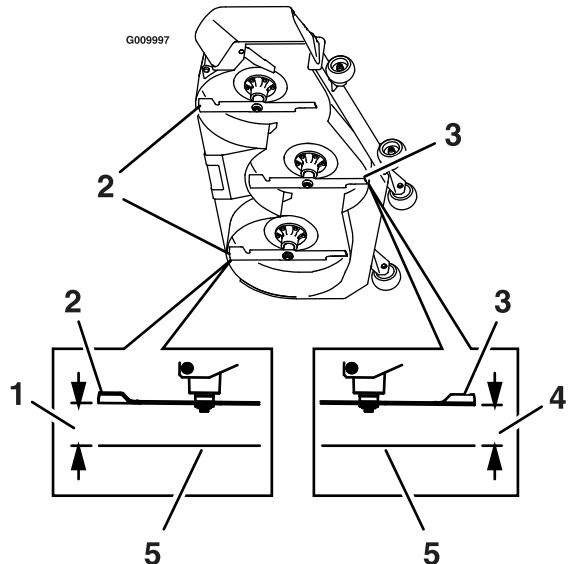

Figura 76
7. Mida desde la superficie nivelada hasta la punta delantera de la cuchilla central (Figura 76).